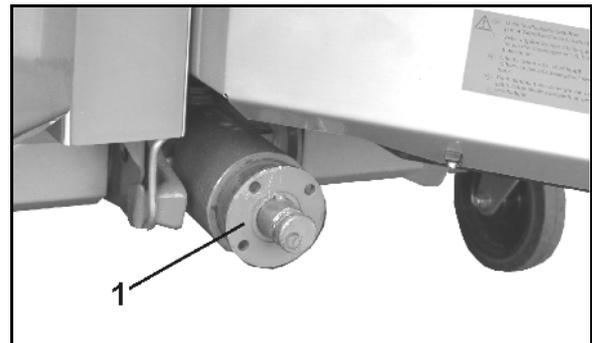

Fig. 25
1. Flanschbuchse (Fig. 25/1) mit einem Abzieher von der Getriebeeingangswelle abziehen.